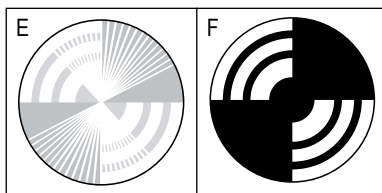

Figure 15
L'indicateur de la brosse tourne (E) lorsque l'aspirateur est allumé et les brosses tournent également. Si l'indicateur ne tourne pas (F) et que le motif est visible lorsque l'aspirateur est allumé, les brosses ne tournent alors pas. (Voir Figure 15)